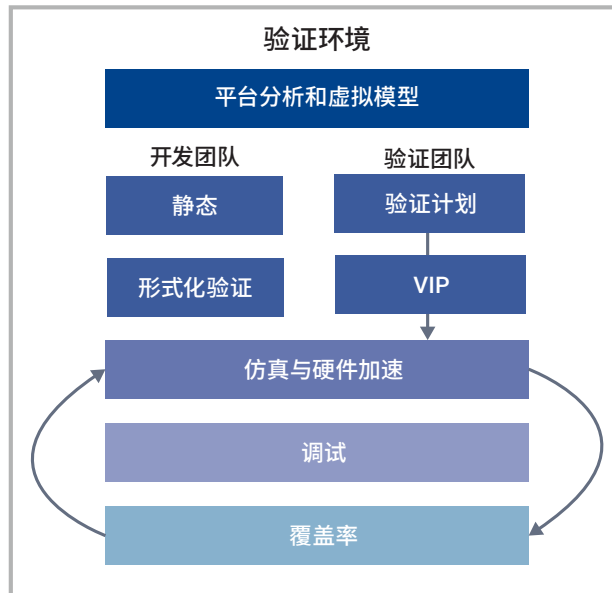

图 2: 芯片验证流程的高维度视图
许多基于机器学习 (ML) 的 AI 技术可以显著改善芯片验证的上述三个维度要求。图2为典型验证流程的高维度视图。在开发者编写寄存器传输级 (RTL) 代码之前，架构团队会构建芯片的虚拟模型并分析系统性能。待做出关键决策后，设计团队将开发 RTL 模型。为此，最好通过使用具有强大语言校验功能的集成开发环境 (IDE) 来捕获编码错误，否则项目后期将耗费大量时间和资源进行修复。修复校验错误后，由开发者完成验证的第一步：运行静态验证工具来检测设计中的结构错误。